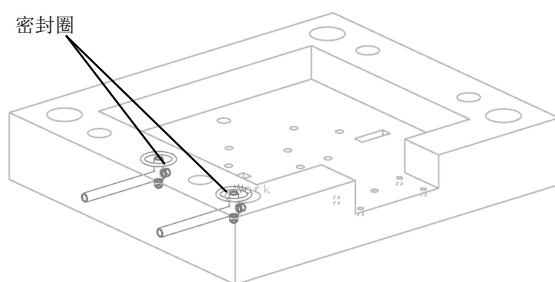

图 16-60 创建密封圈
(14) 选取 B 板方坑的底面为密封圈放置面, 单击“确定”按钮, 在【标准件位置】对话框中“X 偏置”设为 50mm, “Y 偏置”设为-95mm。
(15) 单击“确定”按钮, 创建第一个密封圈。
(16) 将“X 偏置”设为-50mm, “Y 偏置”设为-95mm, 创建第二个密封圈, 如图 16-60 所示。